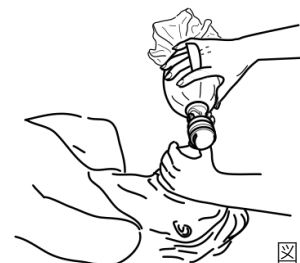

図 4.3.1
- フェースマスクを患者の顔にしっかりと当てます (図 4.3.1)。